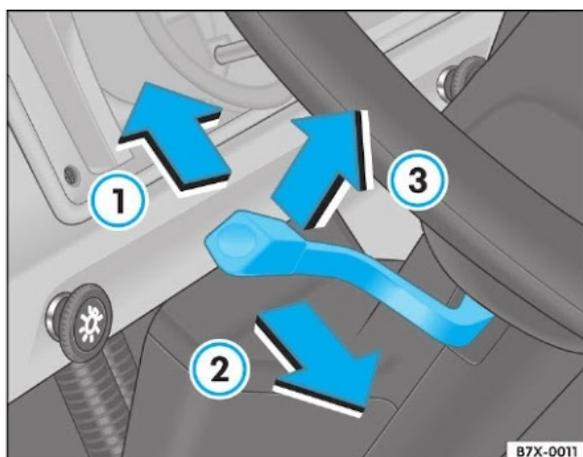

Fig. 38 Alavanca dos indicadores de direção e da comutação dos faróis
– Desloque a alavanca para cima, até o batente ⇒ **fig. 38 ①**, para indicadores de direção à **direita**, e para baixo **②**, para indicadores de direção à **esquerda**. A luz correspondente no painel  ou  pisca também.
– Para ligar os faróis altos, pressione a alavanca ⇒ **fig. 38 ③** na direção do volante,
– Para desligar, pressione novamente a alavanca ⇒ **fig. 38 ③** na direção do volante.
– Com os faróis apagados, pressione a alavanca em direção ao volante ⇒ **fig. 38 ③**, para acionar os sinais de luzes. Durante os sinais de luzes, acende-se a luz correspondente ao farol alto  no painel.